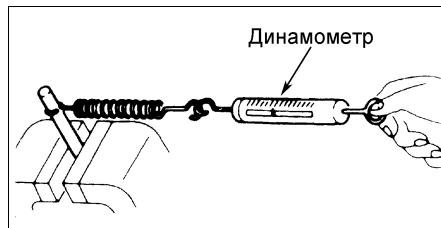

Рис. 6. Проверка усилия растяжения возвратной пружины.
4. Проверьте длину и усилие растяжения возвратной пружины (рисунок 6).